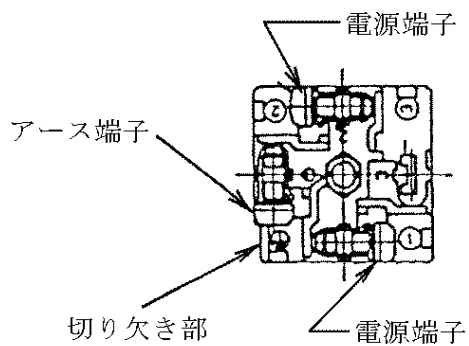

図 8 端子の位置と名称
- (c) 端子台③よりワッシャー付ねじ⑨を外し、図8（P22）のように配線した後、再びねじ⑨を締め込みます。